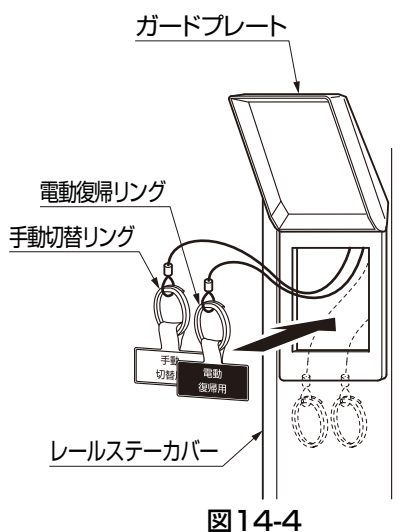

図14-4
⑤全ての作業確認終了後、レールステイカバーの中に手動切替リングと電動復帰リングをしまってください。(図14-4参照)